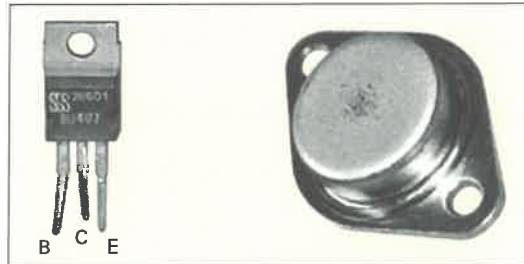
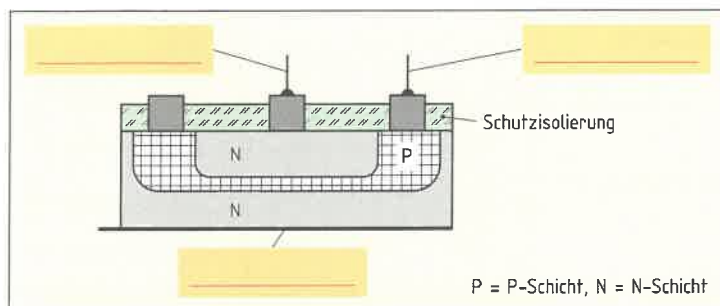

Bild 1: Bipolare Transistoren
Bild 2: Aufbau eines Transistor
Bipolare Transistoren (**Bild 1**) sind verstärkende (aktive) Halbleiterbauelemente, die zum Schalten, z. B. in Steuerungschaltungen, oder zum Verstärken von Analogsignalen, z. B. in NF-Verstärkern, verwendet werden. Sie bestehen aus drei Halbleiterschichten mit n- und p-leitendem Halbleitermaterial. Der Strom durch einen bipolaren Transistor muss im Gegensatz zu einem unipolaren Transistor (Feldeffekt-Transistor) durch zwei Arten von Halbleiterschichten, n- und p-Schicht (**Bild 2**), fließen.
1. Bezeichnen Sie in **Bild 2** die Anschlüsse eines bipolaren Transistors.